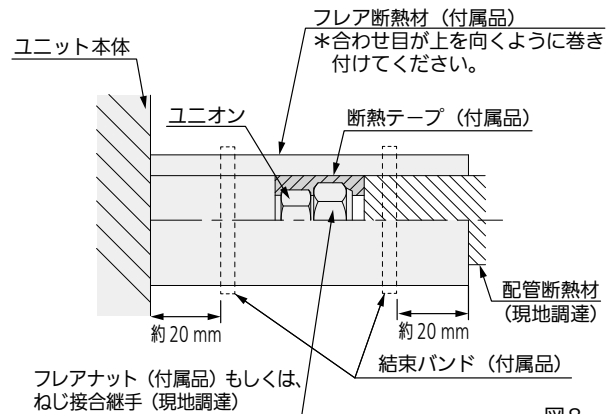

図8
- 図8に従って液管・ガス管とも、断熱してください。フレアナット部もしくは、ねじ接合継手部に断熱テープ（付属品）を巻き付けてください。配管接続部にはフレア断熱材（付属品）を隙間がないように巻き付け、結束バンド（付属品）で締め付けてください。結束バンドの余分な部分は切断してください。